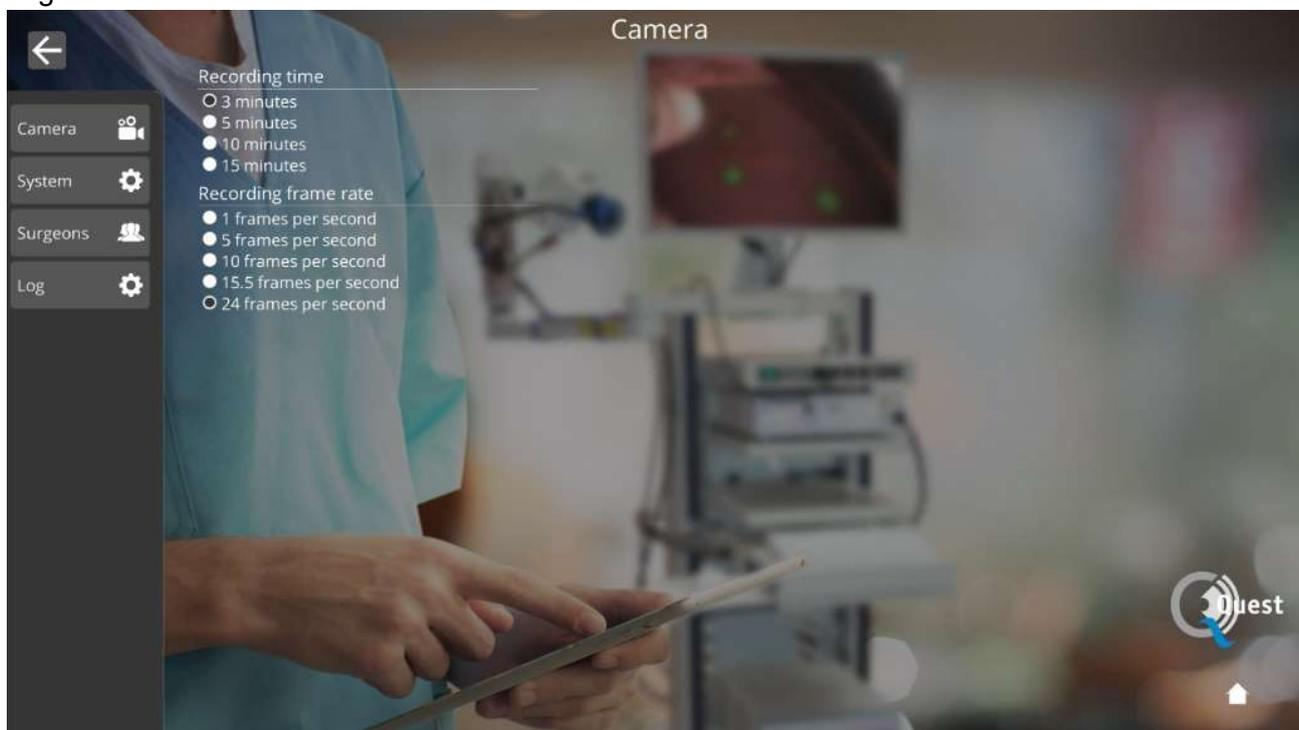
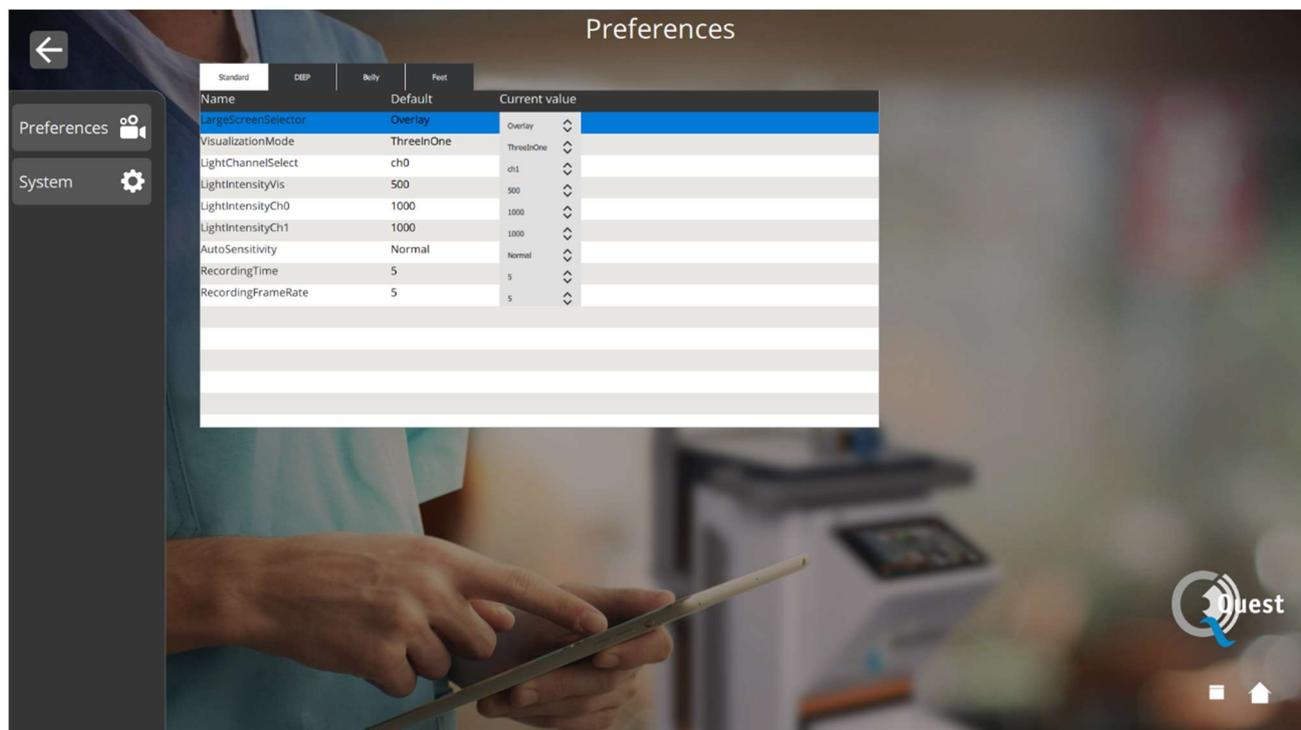

Figura 19: Impostazioni servizio tecnico
Figura 20: impostazioni del chirurgo
- Accedere alle impostazioni dello staff tecnico (vedi figura 19 e figura 20 e ulteriori spiegazioni di seguito)
Dopo aver inserito il pin-code corretto dopo aver selezionato l'opzione Servizio tecnico, apparirà un'interfaccia come mostrato in figura 19. Vedere una spiegazione sulle opzioni di impostazione di seguito.
Dopo aver selezionato il chirurgo e corretto il pin code, comparirà un'interfaccia come quella mostrata in figura 20.